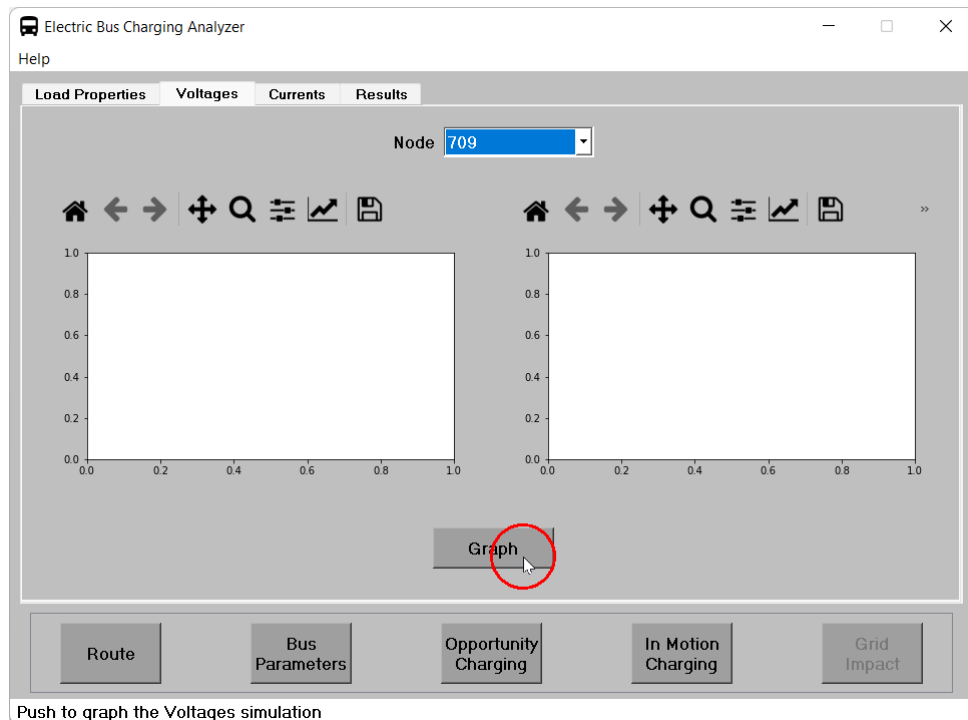

Figura 59: Graficar tensión.
11. seguidamente, se presiona el botón **Graph** tal como se muestra en la figura 59 para visualizar los gráficos de magnitud y ángulo de la tensión.